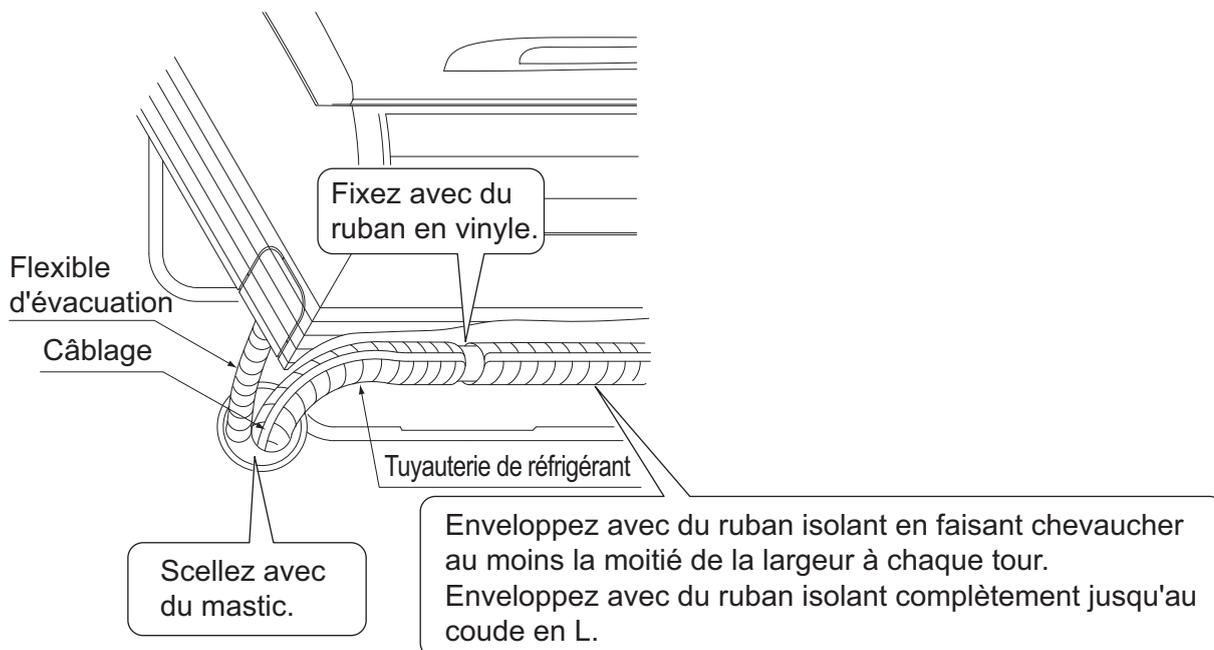

Fig. 12
(6) **Raccordez les tuyaux. (Reportez-vous à "6. TUYAUTERIE DE RÉFRIGÉRANT" et à la Fig. 12)**